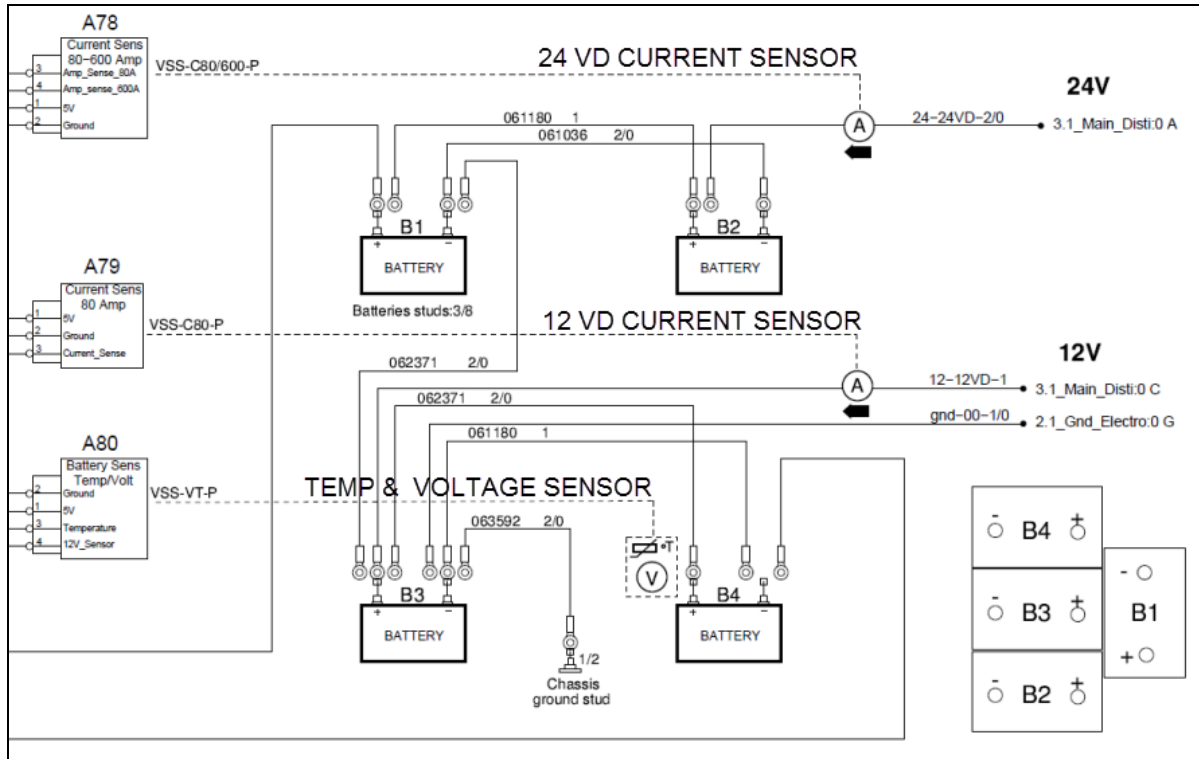

FIGURE 43: DIAGRAMME DES CONNEXIONS DES BATTERIES – SÉRIE H3
Le groupe de batteries est composé de quatre (4) batteries AGM. Pour éviter une mauvaise installation, placez les pôles positifs et négatifs des batteries selon l'image ci-dessous (Figure 43).